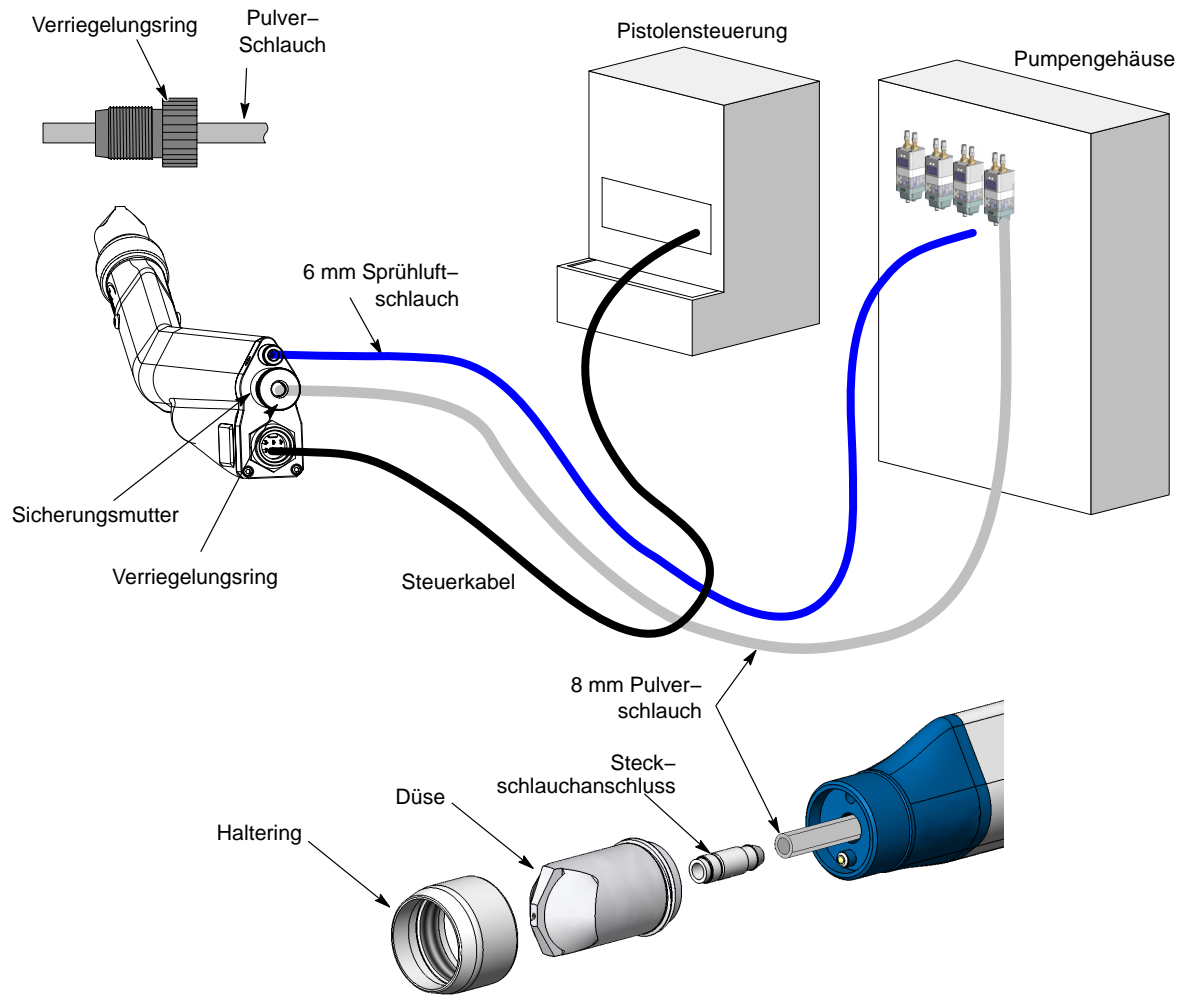

Abb. 4 Schlauch- und Kabelanschlüsse
1. Siehe Abbildung 4. Das Steuerkabel an die Pistole und an die entsprechende Buchse am iControl Gehäuse anschließen. Die Kabelmuttern gut anziehen.